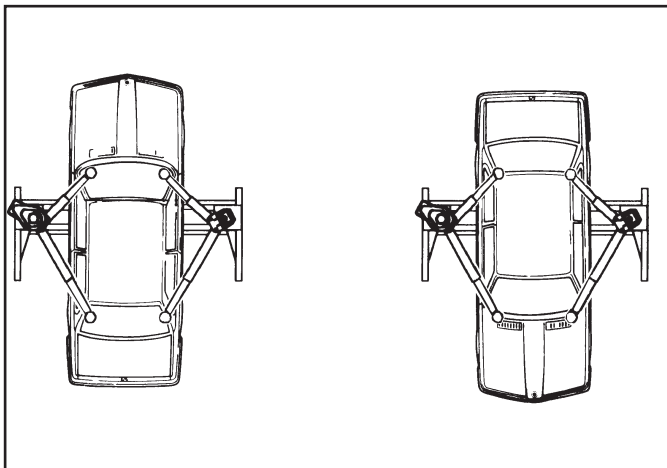

Fig.15 - Abb.15
È estremamente importante posizionare il mezzo sul sollevatore in modo da avere una corretta ripartizione dei pesi sui bracci (fig.15)
- il veicolo sia posizionato in maniera corretta (fig.15)
It is extremely important that the vehicle is positioned on the rack so as to achieve correct load distribution on the arms (see Fig.15).
- the vehicle is correctly positioned (see. fig.15)
Il est très important de bien positionner le véhicule sur l'élévateur pour avoir une répartition correcte des poids sur les bras (fig. 15).
- positionner correctement le véhicule (fig. 15).
Es ist außerordentlich wichtig, daß das Fahrzeug derart auf der Hebebühne positioniert wird, daß eine korrekte Gewichtverteilung auf den Armen gewährleistet ist (Abb. 15).
- das Fahrzeug korrekt positioniert ist (Abb. 15)
Es sumamente importante colocar el vehículo sobre el elevador de forma que esté correctamente repartido el peso sobre los brazos (fig. 15).
- el vehículo esté colocado de forma correcta (fig. 15).